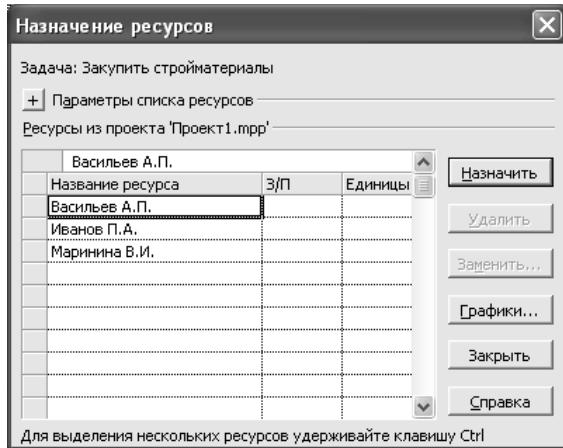

Рис. 12. Призначення ресурсів роботі проекту
3. Натисніть на кнопку **Призначити ресурси** . З'явиться діалогово-ве вікно **Призначити ресурси** (рис. 12).